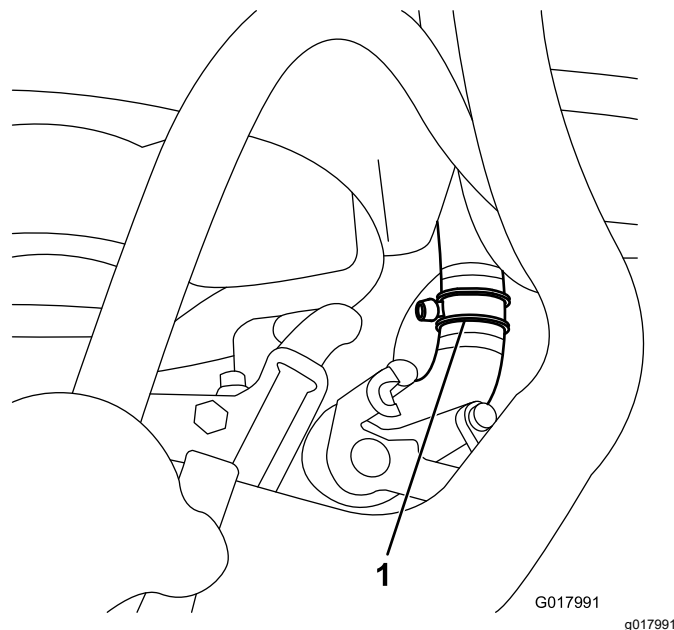

Figura 33
3. Tagliate il flessibile del radiatore inferiore a circa 54 mm dall'estremità del flessibile che va al radiatore (Figura 33).
4. Collegate il raccordo a T a ogni estremità appena tagliata del tubo del radiatore inferiore con 2 fascette stringitubo grandi (Figura 33).